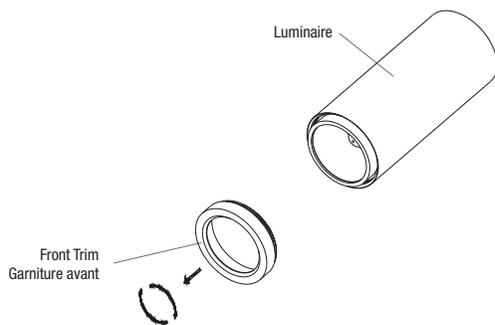
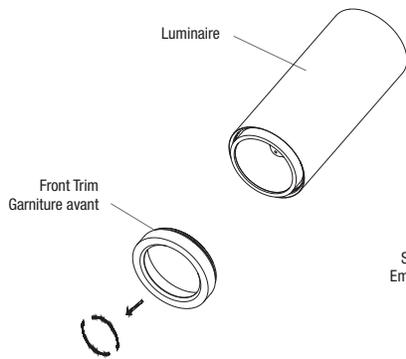

Fig. 1a
Fig. 2a
1. Dévisser la garniture avant vers l'extérieur (Fig. 1a, Fig. 2a).